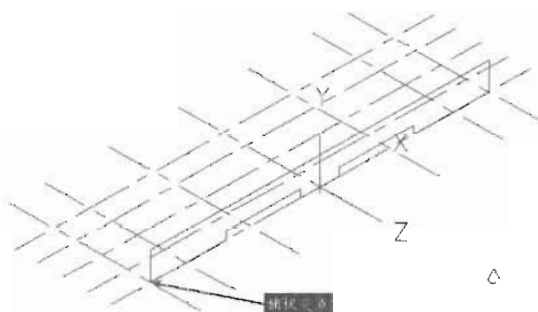

图 14-122
(1) 把“实线”图层设为当前层，在命令提示行输入 Pline 命令并回车，绘制如图 14-122 所示的闭合多段线，命令执行过程如下。